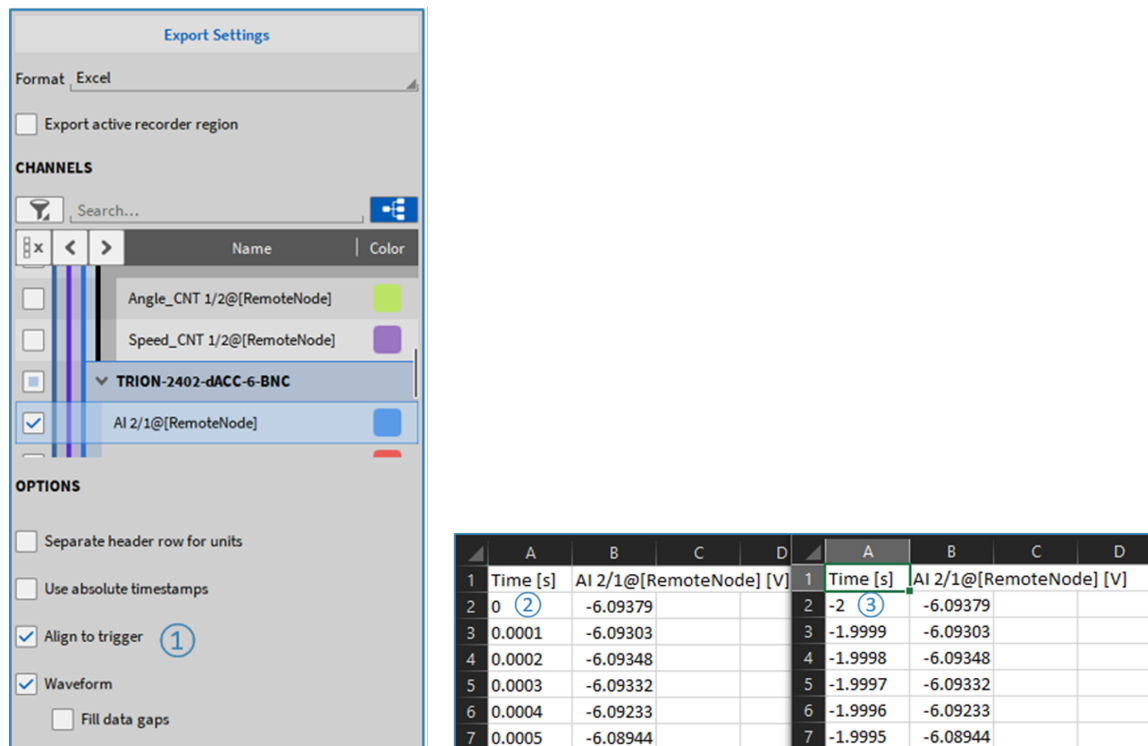

Abb. 11.5: Zeitstempel in exportierter Datei auf Null ausrichten
Zeitstempel in einer exportierten Datendatei mit einem Triggerevent können am Trigger ausgerichtet werden (siehe ① in Abb. 11.5). Wenn *Align to trigger* nicht ausgewählt ist, wird der 0s-Zeitstempel beim Start der Aufzeichnung und nicht beim Trigger gesetzt (siehe ② in Abb. 11.5). Wenn *Align to trigger* ausgewählt ist, wird der Zeitstempel beim Trigger auf Null gesetzt. Die Zeit vor dem Triggerereignis (z.B. die Pre-Time) ist dann negativ (siehe ③ in Abb. 11.5). Wenn mehr als ein Triggerevent in einer Aufzeichnung enthalten ist, wird das erste Triggerevent auf null gesetzt, sofern die Option *Align to trigger* ausgewählt ist. Diese Option ist für *.txt, *.csv und *.xlsx-Export möglich.